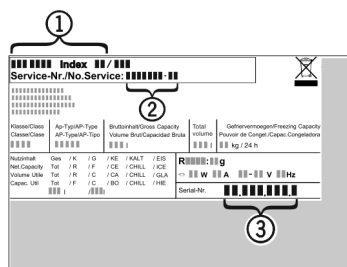

Fig. 17
- ▶ Apparaataanduiding Fig. 17 (1), servicenr. Fig. 17 (2) en serienr. Fig. 17 (3) van het typeplaatje aflezen. Het typeplaatje bevindt zich aan de linkerkant binnen in het apparaat.
- ▶ Contact opnemen met de Technische Dienst en het probleem, apparaataanduiding Fig. 17 (1), servicenr. Fig. 17 (2) en serienr. Fig. 17 (3) mededelen.